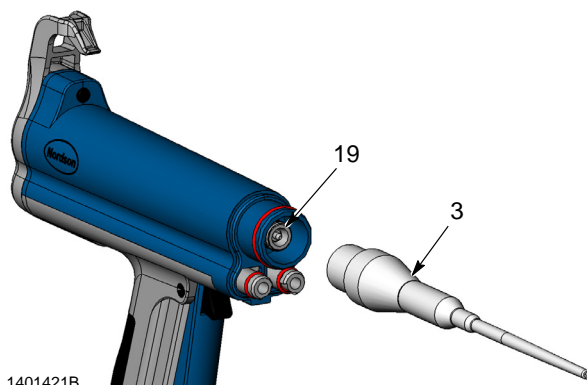

Figura 4 Remoção do suporte da resistência
4. Consulte a figura 4. Desenrosque o suporte da resistência (3) desligando-o do multiplicador (19).
4. Consulte a figura 4. Enrosque o suporte da resistência no multiplicador.